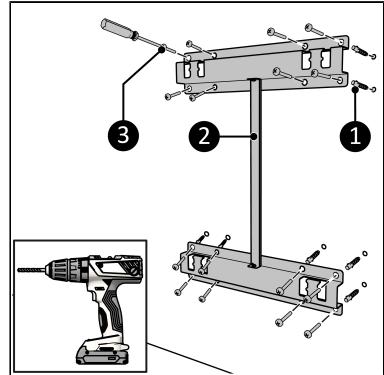

Abbildung 58.
3. Platzieren Sie die Wanddübel (Abbildung 58, pos. 1).
4. Schrauben Sie die Wandhalterung (Abbildung 58, Pos. 2) an die Wand mit acht großen Schrauben mit einem Kreuzschlitzschraubendreher (Abbildung 58, Pos. 3).